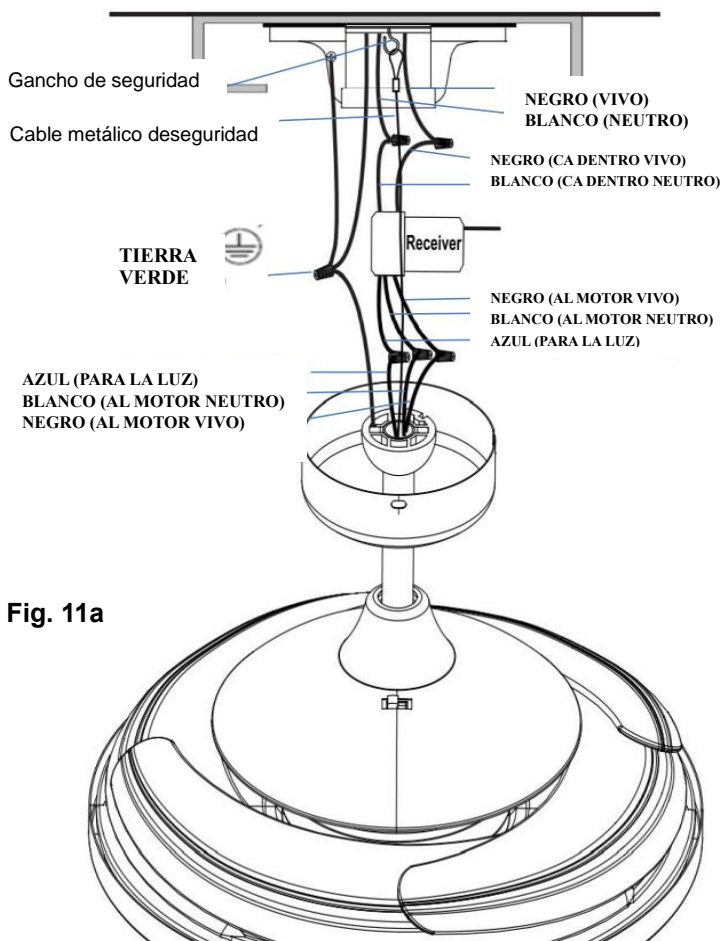

Fig. 11a
7. Tire del cable de seguridad de metal en el gancho de seguridad, apriete el cable de seguridad (Fig.11a y Fig.11b).